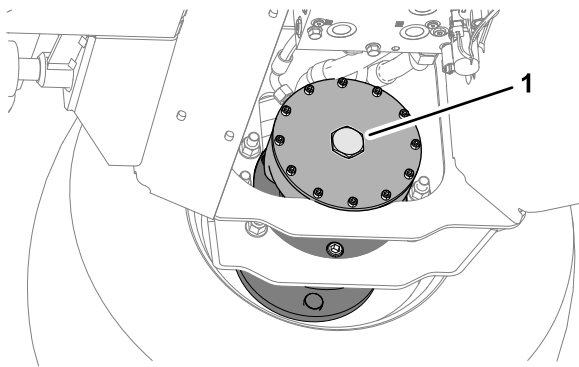

Bild 40
- Montieren Sie die Sechskantschraube an die Motorendplatte (Bild 40).
6. Verstauen Sie die 2 Bolzen, 12 x 40 mm und 2 Beilagscheiben 12 mm in den Stützschiene der Plattform (**Bild 40**).